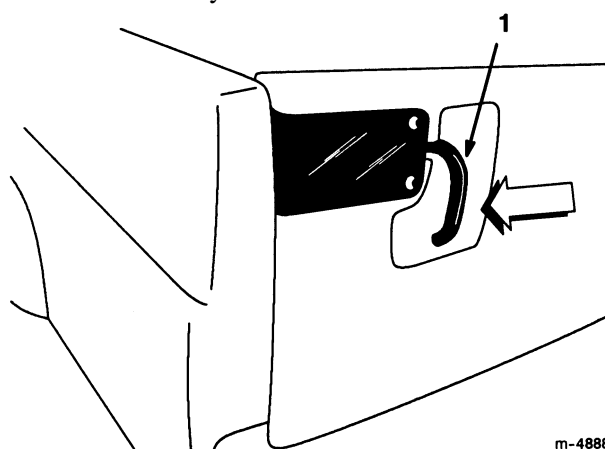

Figure 11
1. Pour déverrouiller le hayon, poussez les poignées de verrouillage vers l'extérieur de la machine (Fig. 11).